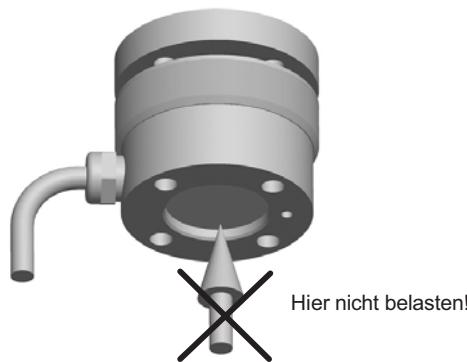

Abb. 6.1 Vermeiden Sie eine Belastung der gekennzeichneten Fläche
*Der Aufnehmer ist an seiner Unterseite durch einen geschweißten Boden hermetisch abgeschlossen. Dieser Boden ist sehr dünn und darf nicht mechanisch belastet werden (Abb. 6.1), da sonst das Gehäuse beschädigt werden kann. Dadurch kann Feuchtigkeit eindringen und den Aufnehmer zerstören.*